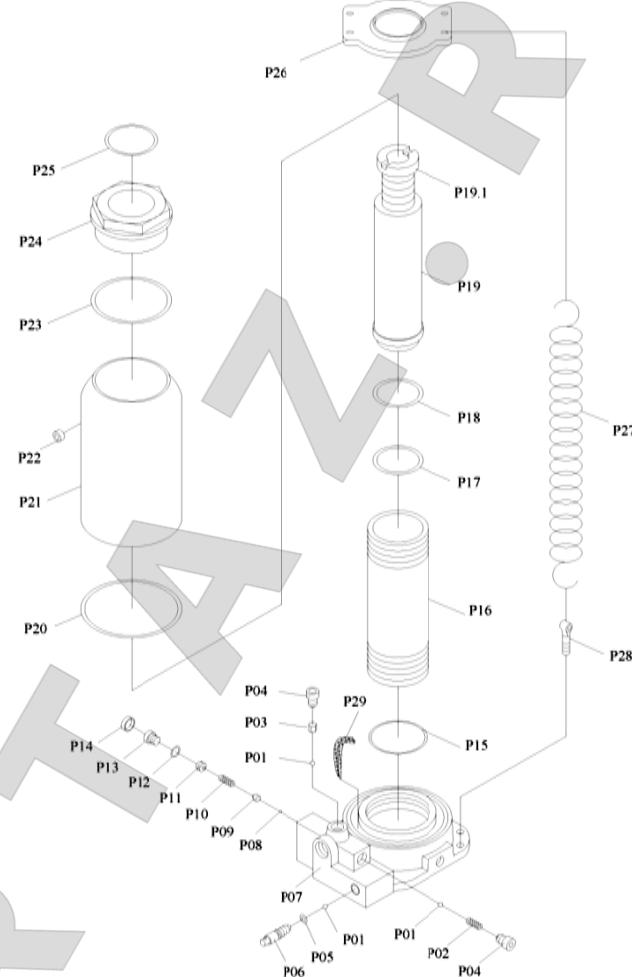

Рис. 3
- Путем вращения удлинительного винта (Р19.1, рис. 3), установите нужную для работы высоту.
- Закройте клапан опускания, повернув маховик (31) по часовой стрелке до полного закрытия клапана.
- Отрегулируйте угол наклона рукоятки домкрата при помощи рычага (27) для установки домкрата на место и отрегулируйте высоту удлинителя (Р19.1, рис. 3) так, как это необходимо.
- Соедините ниппель быстроразъемного соединения с клапаном быстроразъемного соединения линии подачи воздуха в мастерской. Откройте подачу воздуха при помощи рычага (34).
- МЕДЛЕННО и ОСТОРОЖНО опускайте груз, поворачивая маховик (31) против часовой стрелки минимальными шагами; затем уменьшите высоту удлинителя (Р19, рис. 3), вращая его по часовой стрелке, как это необходимо. После полного опускания груза уберите домкрат.
3. Если производительность домкрата упала, необходимо удалить воздух из гидравлической системы. Для этого поверните маховик на 1-1/2 оборота против часовой стрелки и осторожно вытащите заглушку из резервуара с гидравлической жидкостью (P22), здесь и далее см. рис. 3. Подсоедините источник сжатого воздуха, откройте клапан подачи воздуха и поработайте с домкратом какое-то время. Затем тщательно закрутите маховик по часовой стрелке и проверьте уровень гидравлической жидкости. Если он недостаточен, заполните резервуар (P21) подходящей гидравлической жидкостью для домкратов, как описано в пункте 4 данного раздела, после чего верните заглушку на место.